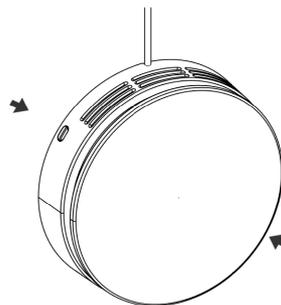

Abbildung 30 - Drücken der Schnappverschlüsse
- Die Schnappverschlüsse drücken, sodass sie sich öffnen, siehe nachstehende Abbildung 30 unten.